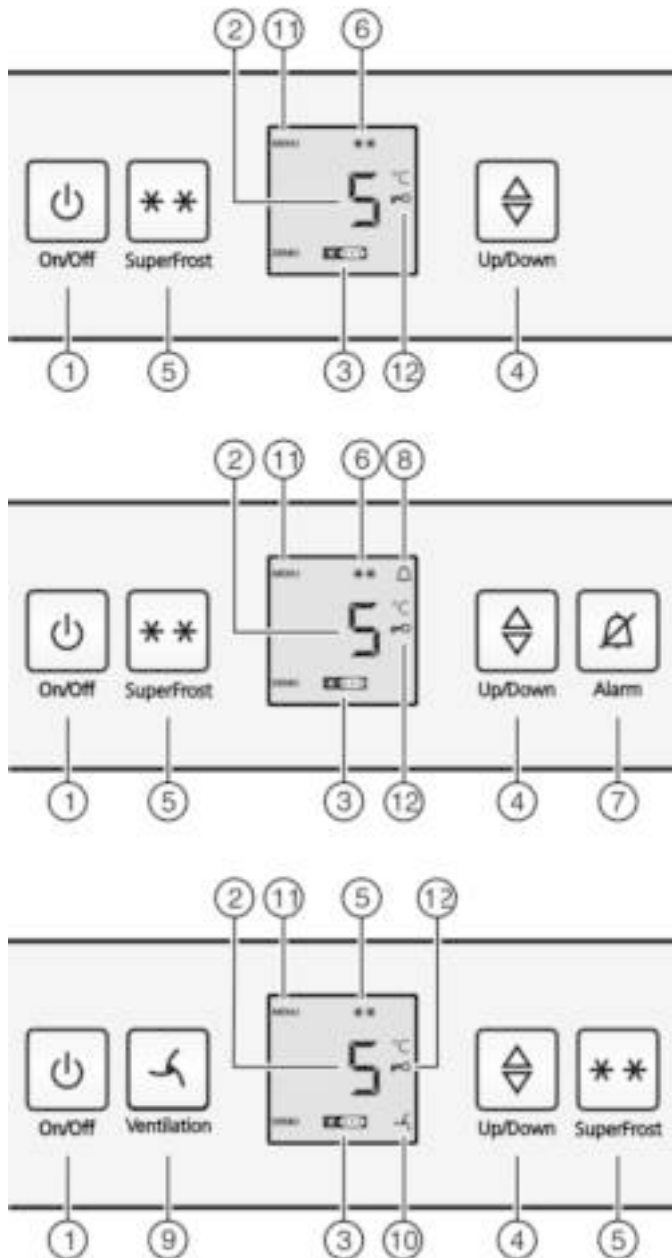

Fig. 2
- ▶ Aan/uit-toets Fig. 2 (1) indrukken.
- ▶ Instelmodus activeren: Druk de toets SuperFrost Fig. 2 (5) gedurende ca. 5 seconden in.
- ▷ Op de display wordt het symbool Menu Fig. 2 (11) weergegeven.
- ▶ Met de toets SuperFrost Fig. 2 (5) kort bevestigen.
- ▷ Het symbool Kinderbeveiliging Fig. 2 (12) op de display gaat branden.
▶ Druk de toets On/Off Fig. 2 (1) kort in.
- ▷ Het symbool Kinderbeveiliging Fig. 2 (12) gaat uit.
- ▶ Druk de toets On/Off Fig. 2 (1) kort in.
▶ Toets Alarm *Fig. 2 (7)* indrukken.
Tegelijkertijd knipperen de temperatuurdisplay en het symbool Alarm *Fig. 2 (8)*.
Het akoestisch alarm stopt automatisch, het symbool Alarm *Fig. 2 (8)* gaat uit en de temperatuurdisplay houdt op met knipperen, wanneer de temperatuur weer laag genoeg is.
▶ Temperatuurfunctie oproepen: Druk de insteltoets *Fig. 2 (4)* in.